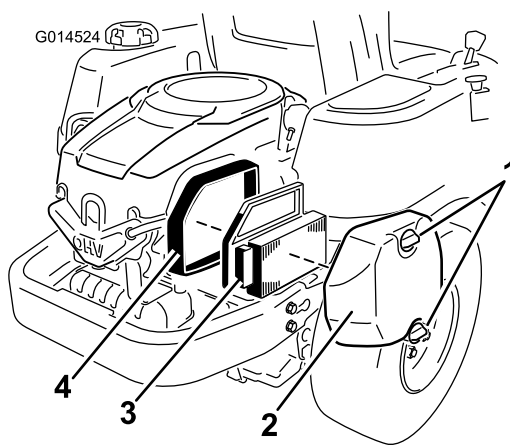

Figura 30
1. Retire la tapa del limpiador de aire (Figura 30).
2. Retire el elemento limpiador de aire con la junta de goma integral (Figura 30).
5. Instale el elemento del limpiador de aire con el lado plisado hacia fuera, y asiente la junta de goma en los bordes de la base del limpiador de aire (Figura 30).
6. Vuelva a instalar la tapa del limpiador de aire y fíjela con los dos pomos (Figura 30).